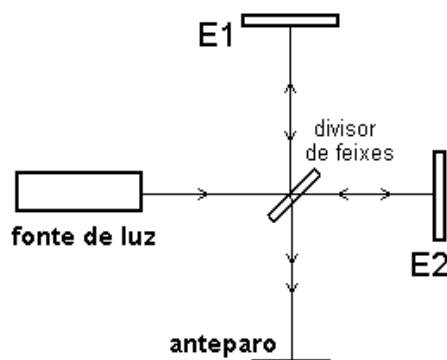

Figura 1
Desde então, tem sido utilizado para um sem número de experimentos em metrologia óptica, processamento de imagens e modulação da amplitude de luz [1,2]. Consiste basicamente de um divisor de feixes e dois espelhos. O feixe incidente sobre o divisor tem uma componente refletida, que atinge o espelho E1 da figura 1. A componente refratada atinge o espelho E2. Ambos os feixes voltam a se combinar no divisor de feixes, produzindo um padrão de interferência que pode ser observado no anteparo.
- Montar o interferômetro como mostrado na figura 1;